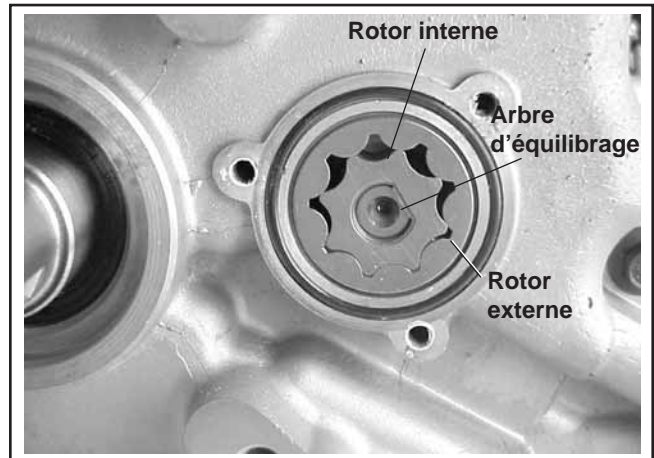

Figure 11-21. Installer les réducteurs de pompe à huile et le joint torique.
1. Graisser la cavité de la pompe à huile et les rotors de la pompe à huile avec de l'huile moteur. Installer les rotors de pompe à huile extérieurs et intérieurs. Voir la figure 11-21.